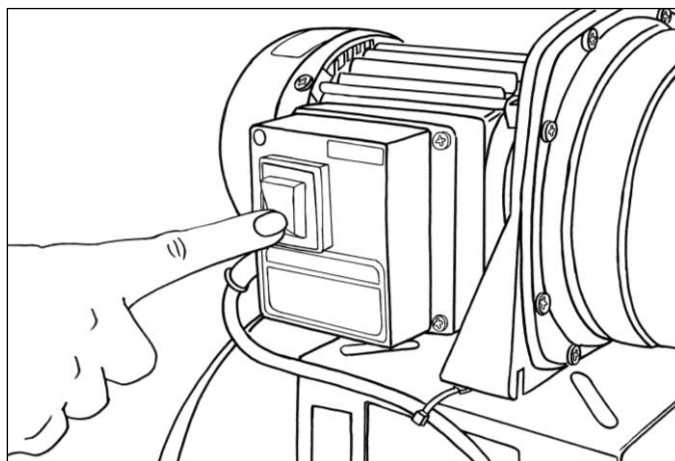

Рис.6 Включение станции
6. Включить станцию кратковременно на 30-60 сек.(рис.6), при закрытом кране. После выключения насоса открываем кран для выпуска воздуха и доливаем во всасывающую магистраль воду. В зависимости от длины всасывающей магистрали данный алгоритм нужно будет повторить несколько раз.